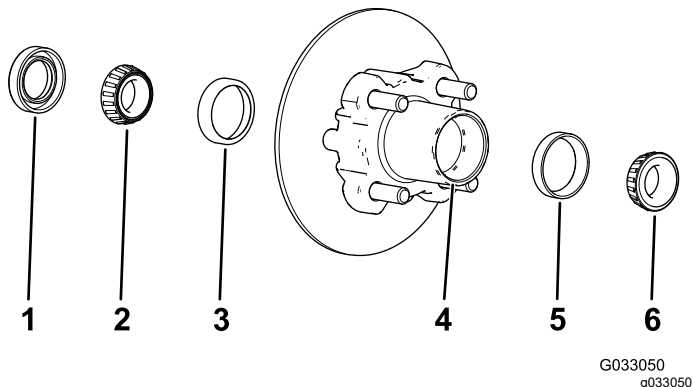

Figure 33
1. Déposez le roulement extérieur et la bague de roulement du moyeu (Figure 33).
2. Déposez le joint et le roulement intérieur du moyeu (Figure 33).
5. Éliminez la graisse, la saleté et les débris déposés à l'intérieur de la cavité du moyeu (Figure 33).
7. Remplissez la cavité du moyeu de 50 à 80 % environ avec la graisse spécifiée (Figure 33).
8. Assemblez le roulement intérieur sur la bague sur le côté intérieur du moyeu et montez le joint (Figure 33).